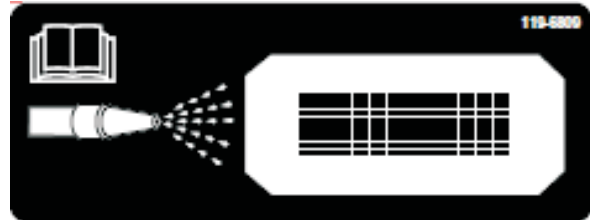
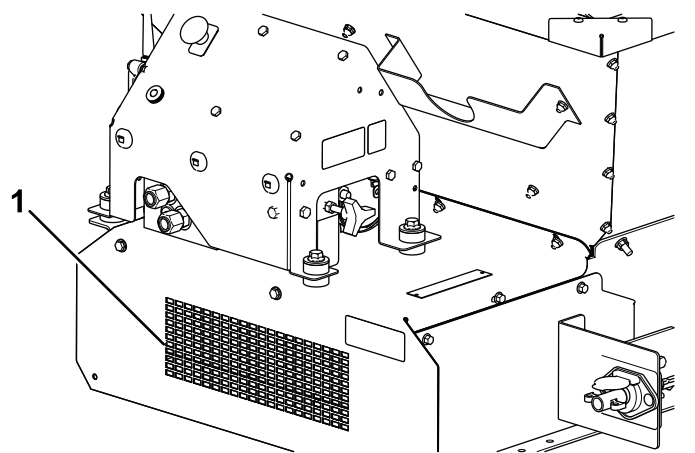

図 60
図 61
11. 機体の前部に清掃ステッカー **図 60** が貼付されているステッカーに描かれているように、水道ホースを使って前ガードのメッシュから水を掛け、腹板に残っている資材を完全に流し出す **図 61**。